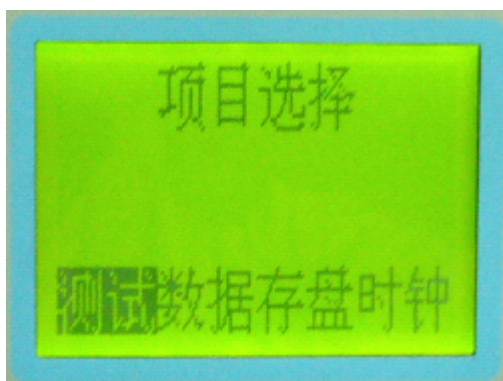

图 2 主菜单界面
3) 打开电源开关，液晶显示日期时间，然后显示主菜单（见图 2）。主菜单包括测试、数据、存盘、时钟四个子菜单。用水平方向键选择子菜单，当显示为反白时，表示选中，然后按执行键或确认键，进入子菜单或直接执行该功能（如存盘）。